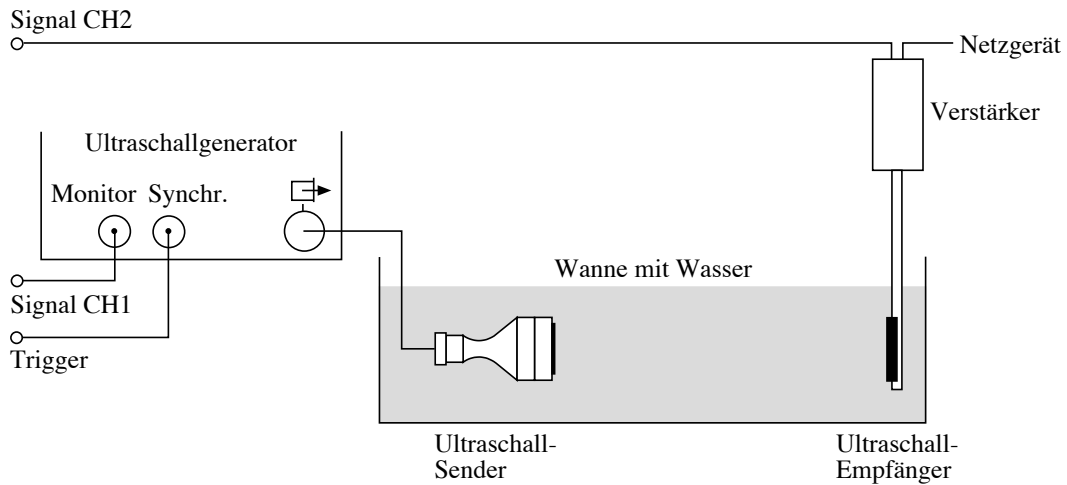

Abbildung 4.2.2: Aufbau des ersten Ultraschallversuchs - Laufzeitmessung: Sender und Empfänger sind einander gegenüber aufgehängt.
ten Plastikwanne gearbeitet. Am Versuchplatz stehen Ihnen folgende Geräte zur Verfügung (siehe Abb. 4.2.2):
Der Versuchsaufbau ist in Abb. 4.2.2 dargestellt:
- Der Ausgang „Monitor“ des Generators sollte über ein BNC-Kabel mit dem Messeingang CH1 der Messbox verbunden sein, der Ausgang „Synchr“ mit dem Eingang „Ext. Trigger“ der Messbox (vgl. Abb. 4.2.2).